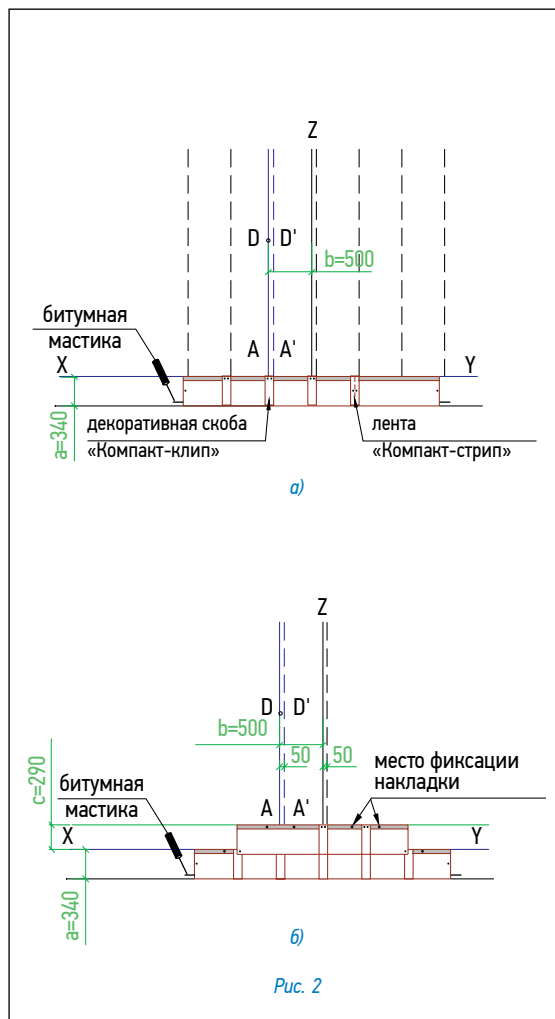

Рис. 2
- листы второго ряда черепицы укладываются от линии Z, их нижний край выравнивается по линии, параллельной XY; каждый лист фиксируется двумя гвоздями в 2,5 см от нижней стороны; стыки и середина каждого листа закрываются декоративными скобами «Компакт-клип», которые также фиксируются двумя гвоздями (рис. 2б);
### Укладка материала (рис. 2)